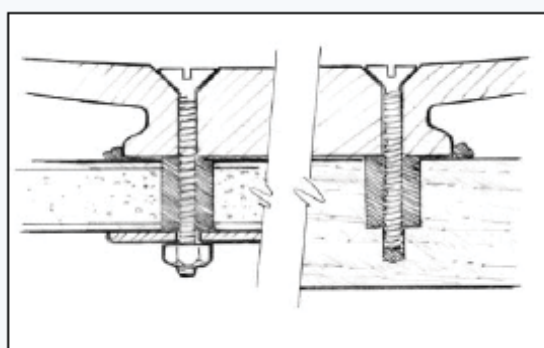

Рис.18. Установите и затяните болты так, чтобы небольшое количество смолы вышло из стыка
5. Установите оборудование в необходимом положении. Вставьте и зажмите болт так, чтобы небольшое количество смолы выдвинулось из стыка (Рисунок 18).